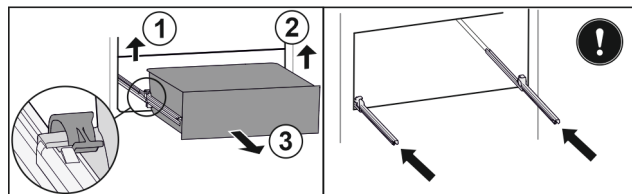

Fig. 104
- ▶ Приподнимите левый зажим и одновременно вытяните движением вперед выдвижной ящик слева. Fig. 104 (1)
- ▶ Приподнимите правый зажим и одновременно вытяните движением вперед выдвижной ящик справа. Fig. 104 (2)
- ▶ Извлеките выдвижной ящик движением вперед. Fig. 104 (3)